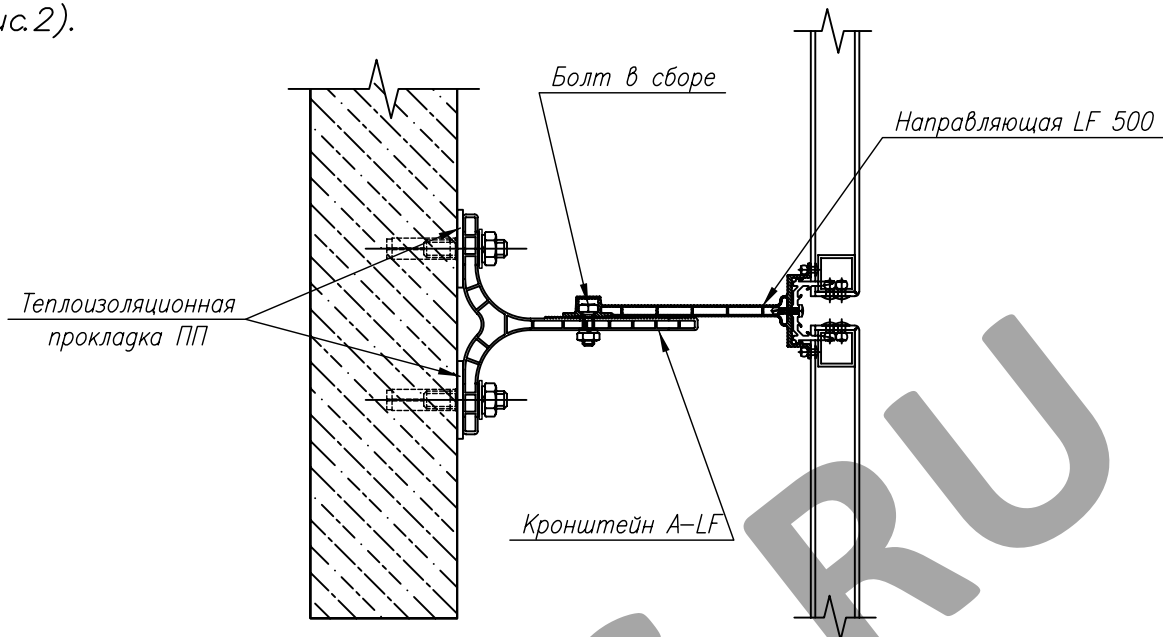

Рис. 2. Крепление направляющей LF 500.
I. Вариант крепления направляющей LF 500 с кронштейном А-LF. Болт вставляется в специальный паз направляющей LF 500, по типу "ласточкин хвост", по которому свободно перемещается до требуемого положения и пропускается через специальное овальное отверстие кронштейна А-LF. Направляющая выставляется в проектное положение. Фиксируется гайкой через шайбу АВ-10 с усилием 50Н, (рис.2).
Допустимая нормативная ветровая нагрузка определяется в зависимости от расстояния по вертикали между точками крепления направляющего профиля к кронштейнам. На рис.2 представлена диаграмма "шаг вертикального крепления (м) – нормативная ветровая нагрузка (Па)" для профиля LF-50 при шаге установки направляющих по горизонтали 600мм.
Из рис.2 следует, что направляющий профиль LF-50 можно использовать для межэтажного крепления (в плиты перекрытий) во фронтальных зонах зданий высотой до 80м в Ia, I и II ветровых районах